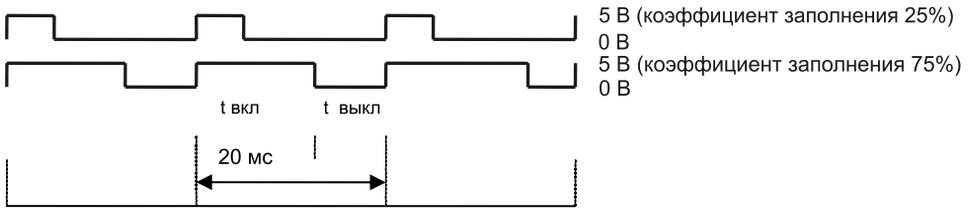

Рис. 12.3
*ШИМ* (широтно-импульсная модуляция) называют модуляцию сигнала прямоугольной формы при постоянной частоте (рис. 12.3).